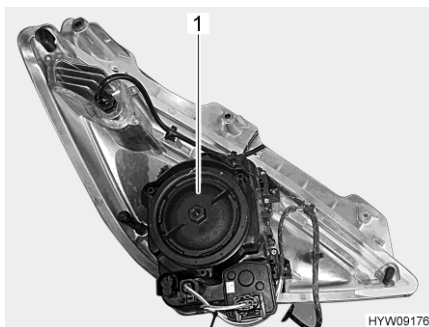

Fig. 230 Faro anteriore (lato posteriore)
- Ruotare il coperchio dell'involucro (Fig. 230,1) in senso antiorario e rimuoverlo.
- Posizionare il coperchio dell'alloggiamento (Fig. 230,1) e ruotarlo in senso orario fino a bloccarlo.